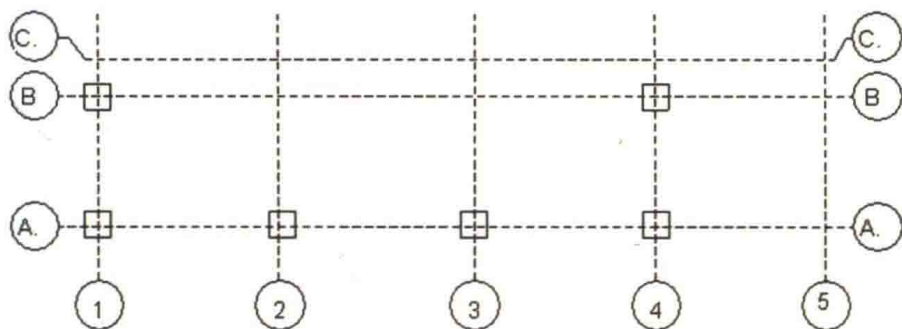

图 1-2-5
(6)单击功能区【多个】面板中【在轴网处】工具,进入【在轴网交点处】放置结构柱模式,自动切换到【修改|放置 结构柱】的【在轴网交点处】上下文选项卡。移动光标至轴线交点位置,生成虚线选择框,则上述被选择的轴线显示成蓝色,并在选择框内所选轴线交点处出现结构柱的预览图形,单击【多个】面板中【完成】按钮,Revit 将在预览位置生成结构柱,如图 1-2-5 所示。